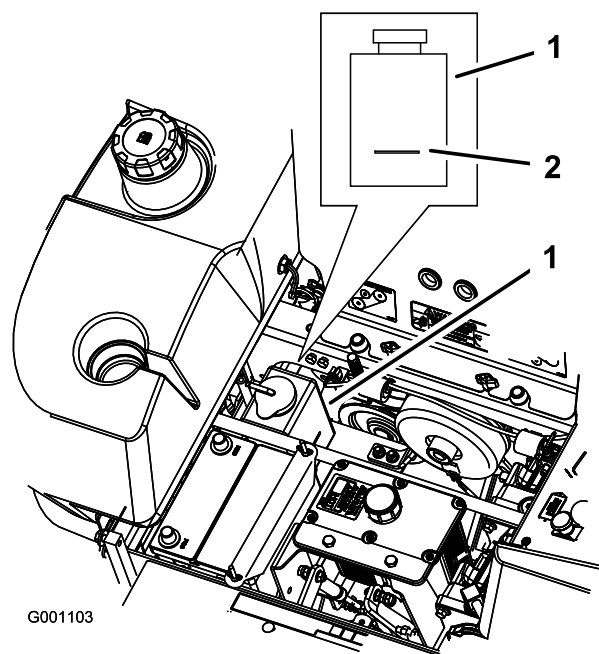

Figure 62
3. Lorsque le moteur est froid, vérifiez le niveau de liquide dans le vase d'expansion. Le liquide doit atteindre la bosse à l'extérieur du vase d'expansion (Figure 62).
4. Si le niveau de liquide est insuffisant, versez un mélange 50/50 d'antigel longue durée/Dex-Cool® et d'eau dans le vase d'expansion (Figure 62).
5. Versez une quantité suffisante de mélange 50/50 dans le vase d'expansion pour atteindre le trait de repère (Figure 62).